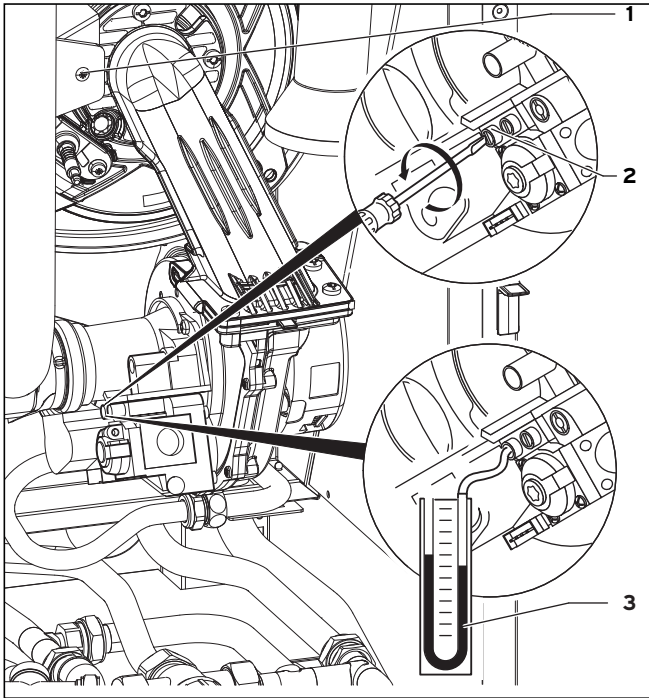

Abb. 7.4 Überprüfung des Anschlussdrucks
- Verschließen Sie den Messnippel (**2**, Abb. 7.4) mit der Dichtungsschraube.
- Klappen Sie das Luftansaugrohr hoch und befestigen Sie es wieder mit der Befestigungsschraube (**1**, Abb. 7.4).